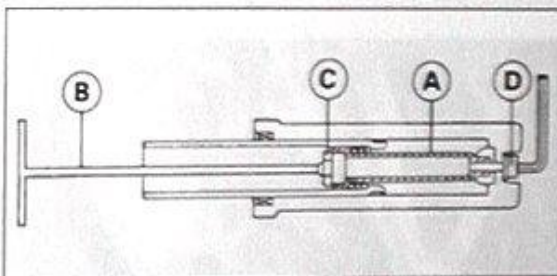

Bild 264
- Untere Gabelverschlusssschraube (Innen-sechskant SW 6) ausdrehen. Falls sich Dämpferstange mitdreht, mit KAWASAKI-Spezialwerkzeug 57001-1375 Dämpferstange gegenhalten (Bild 264) oder Feder, Vorspannhülse und obere Gabelverschlusssschraube provisorisch einsetzen, um Dämpferstange am Mitdrehen zu hindern.